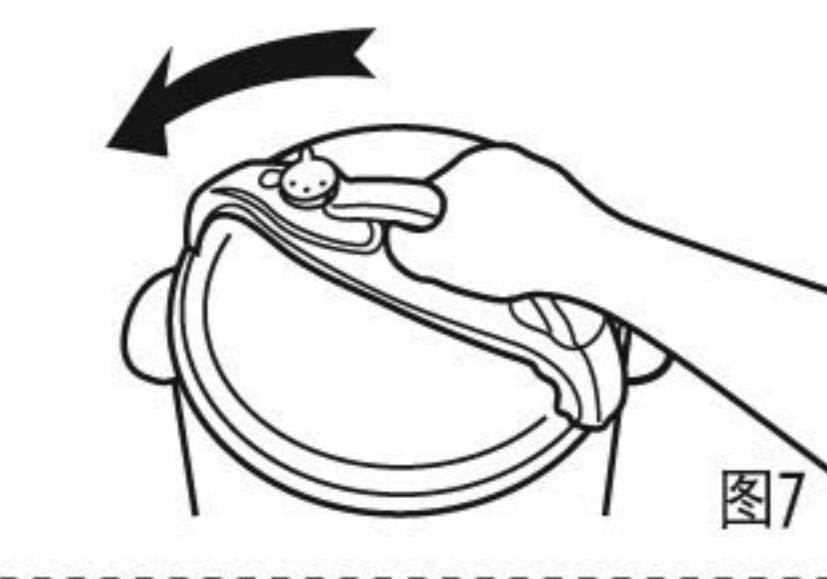

图7
- ◆ 手握锅盖手柄，平放至限位边，然后逆时针旋转锅盖至扣合位置，并听到“咔嚓”扣合声。(见图7、8)